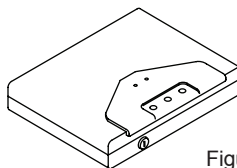

Figure 1
**NOTE SUR LE CAS DE BLOCAGE:** L'affaire doit être en position verticale, comme le montre la figure 1, pour une performance optimale. L'impossibilité de stocker le boîtier en position verticale correcte compromettre la sécurité et la sûreté de l'affaire.